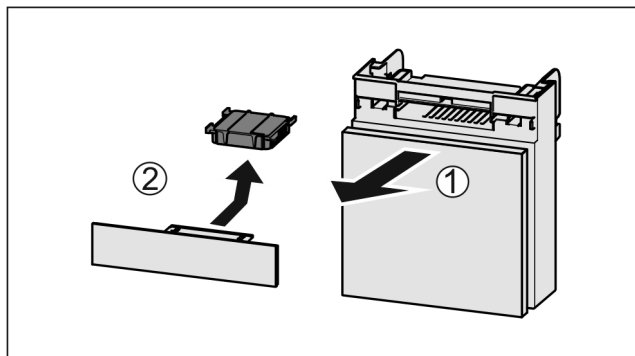

Fig. 145
- Вытянуть Fig. 145 (1) отделение движением вперед.
- Извлечение Fig. 145 (2) фильтра с активированным углем.